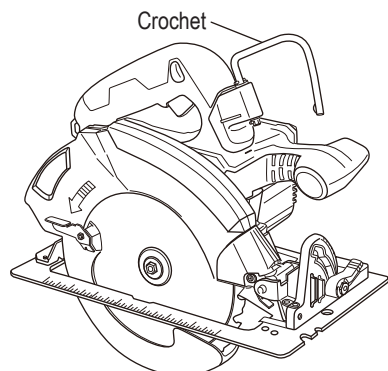

Fig. 18
- (1) Tourner le crochet loin du corps de la scie pour l'accrocher à un chevron, une poutre ou autre support élevé. (Fig. 18)